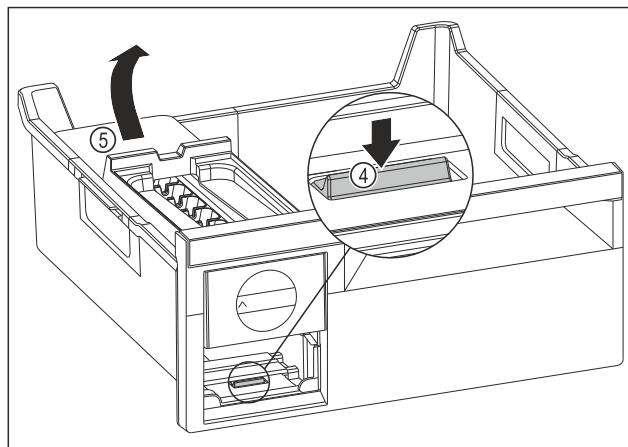

Fig. 74
- Изваждане на корпуса на EasyTwist-Ice: Натиснете езичето Fig. 74 (4) с пръст надолу и едновременно с това с другата ръка повдигнете корпуса на EasyTwist-Ice Fig. 74 (5) отзад.